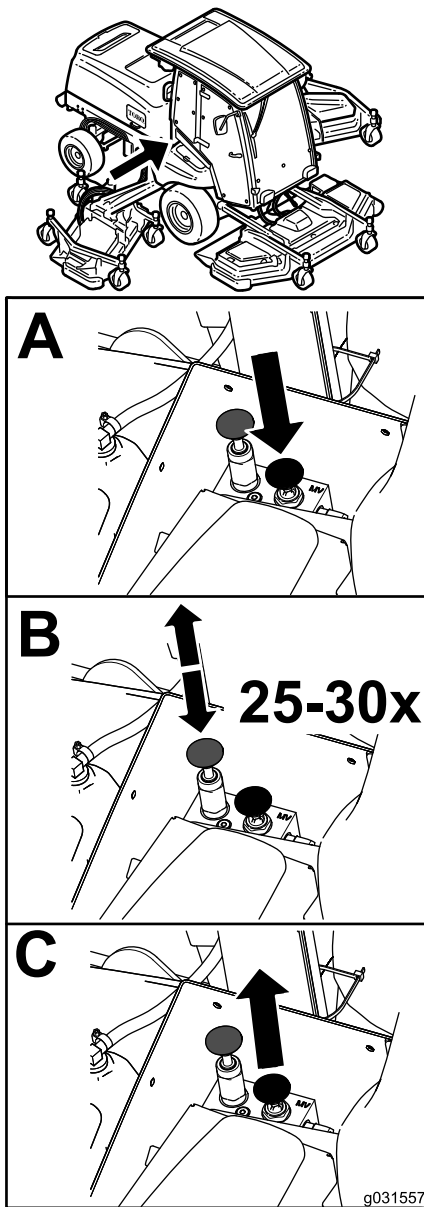

Figura 76
1. Válvulas auxiliares (2)
4. Quite manualmente el freno de estacionamiento automático usando la válvula de desvío y el émbolo, según se muestra en Figura 76.